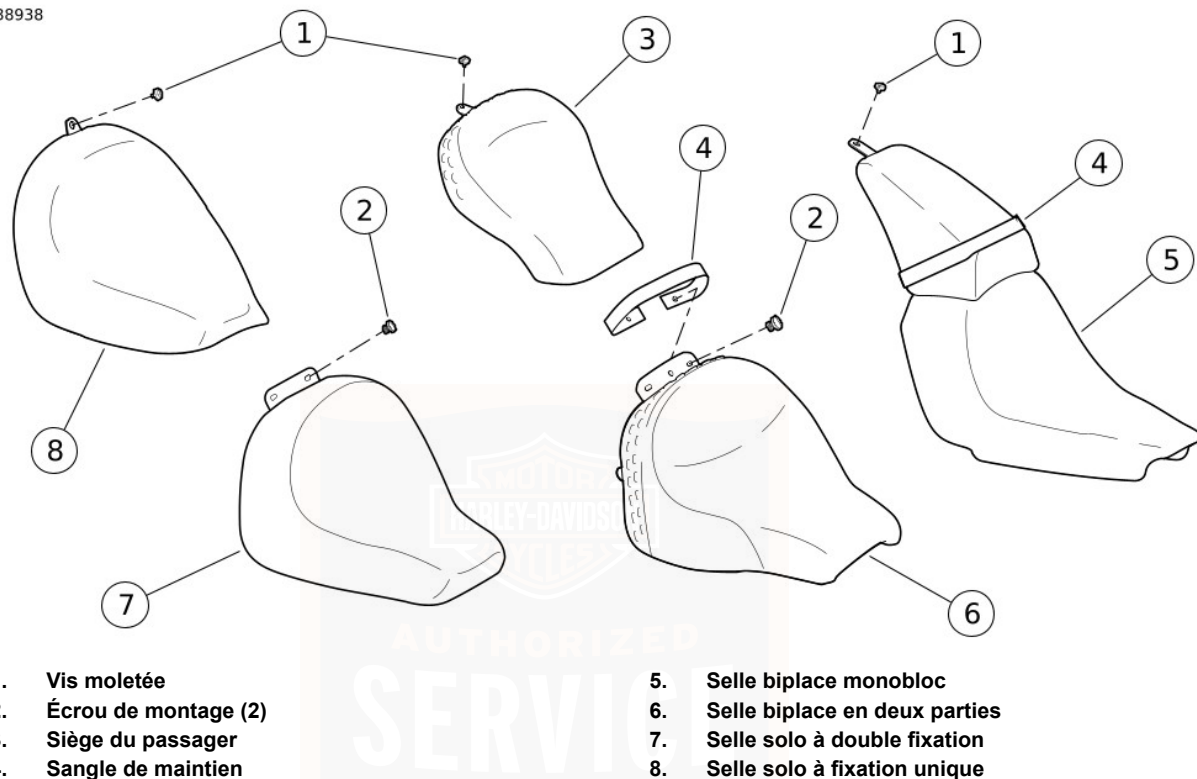

Figure 81. Selle : Modèles Softail
1. Voir Figure 81.
- a. Retirer la vis moletée (1).
- b. Soulever l'arrière de la selle (5) et extraire la languette de la selle du cadre en la faisant glisser.
- c. Faire glisser la selle vers l'avant pour la retirer de la sangle de maintien (4).
- d. Déposer la sangle de maintien (4) si nécessaire.
- b. Déposer le siège du passager (3) en le déplaçant vers l'arrière.
- c. Enlever les écrous de montage (2).
- d. Soulever l'arrière de la selle (6) hors des montants et extraire la languette de la selle du cadre en la faisant glisser.
- a. Installer la sangle de maintien (4) si nécessaire.
- b. Poser la selle (5) vers l'arrière par la sangle de maintien.
- d. Poser la vis moletée (1). Serrer.